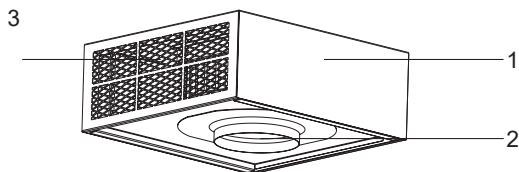

Fig. 5: Översikt över produkten
- Anslut utsugskanalen från fläkten till motorns luftintag (sid 12, Fig. 5/2).